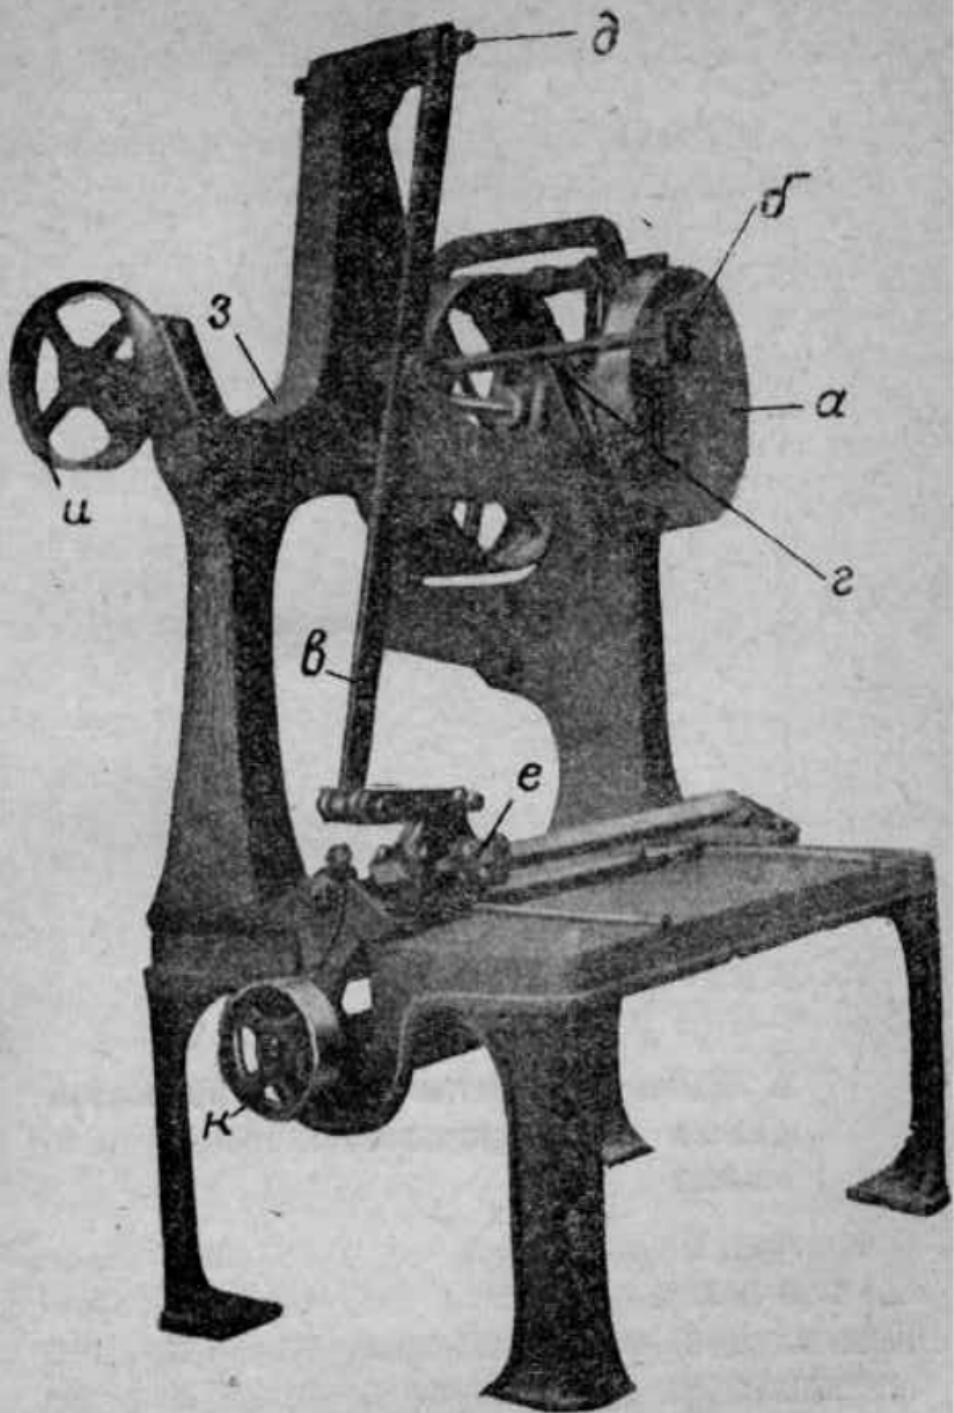
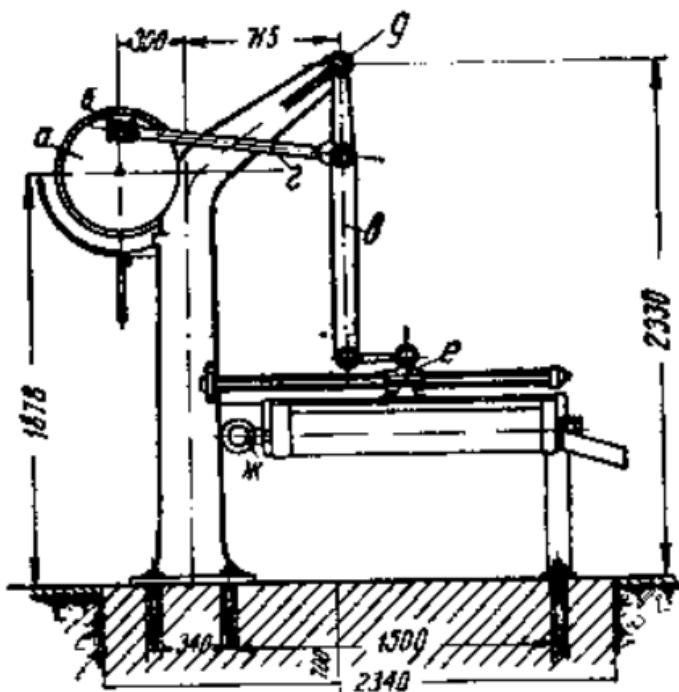

Рис. 21. Ручная жмыхорезалка.
Рис. 22. Ручная жмыхообразалка колесного типа.
Ручная жмыхобрезалка состоит из следующих основных частей: чугунного стола, сидящего на четырех стойках (рис. 21); стол может также одним концом укрепляться на двух стойках, а другим — на болтне (рис. 22); механизма для превращения вращатель-
кой для ремня, а на другом конце — диск *а* (см. рис. 21 и 22) с эксцентрично расположенным на нем пальцем *б*. Палец диска связан с вертикальным рычагом *в* при помощи шатуна *г*. Вертикальный подвижной рычаг одним концом закреплен подвижно в точке *д*.
1) на приводном валу устанавливается специальный шкив, который передает вращение шкиву у шнека, а последний через конические шестерни (см. рис. 22, ж) приводит в движение вал шнека;
2) с основного вала движение передается вспомогательному валу (см. рис. 21, з), на кольце которого сидит шкив *и*, и со шкива *и* ремнем движение передается шкиву шнека *ж*.